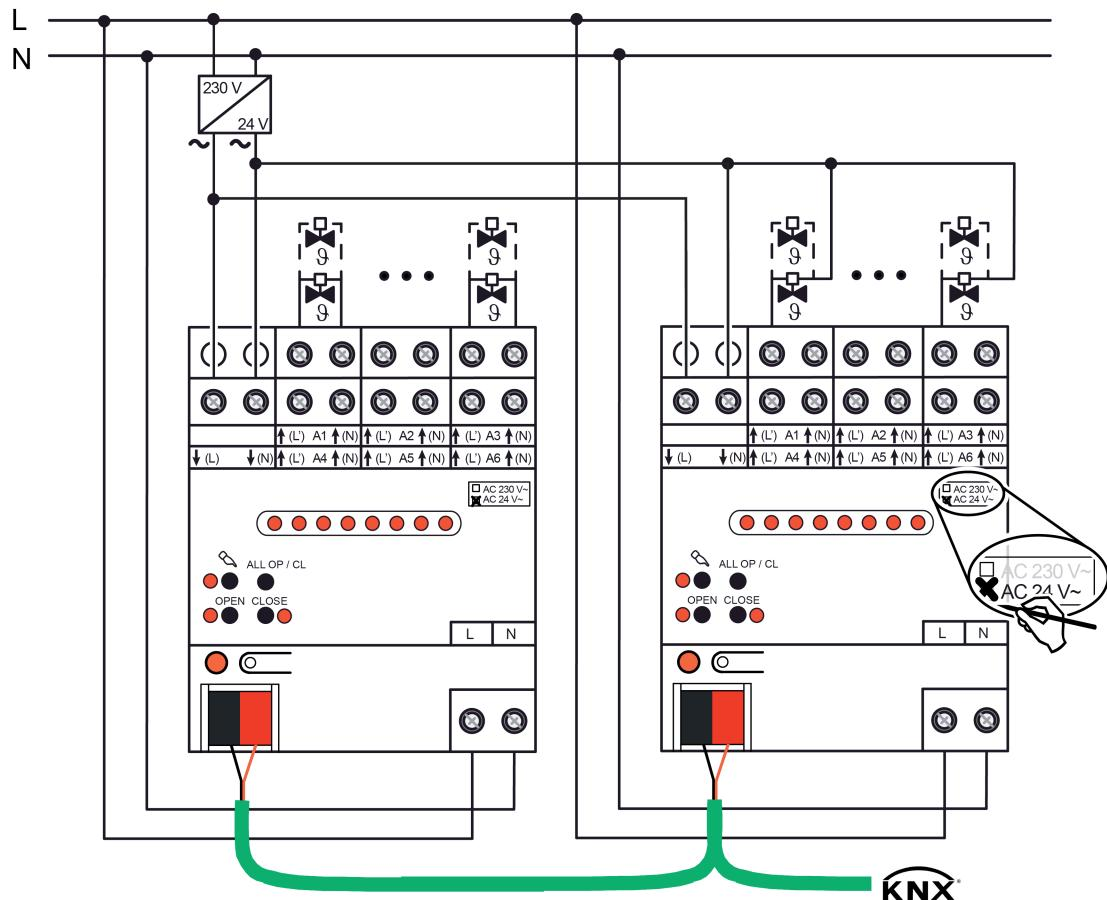

Bild 3: Anschluss für Stellantriebe AC 24 V
- Stellantriebe AC 24 V gemäß Anschlussplan (Bild 3) anschließen. Es ist möglich, die Stellantriebe entweder jeweils einzeln und direkt mit den Klemmen der Ausgänge des Heizungsaktors (Anschlussbeispiel links) oder alternativ über einen gemeinsamen Leiter zu verbinden (Anschlussbeispiel rechts).
- Versorgung für Stellantriebe (AC 24 V) an Klemmen  $\downarrow(L)$  und  $\downarrow(N)$  (1) anschließen. Hierbei Kleinspannung AC 24 V von geeigneter Spannungsversorgung (Trafo, Netzgerät) verwenden.
- Netzspannung AC 230 V an Klemmen **L N** (5) anschließen.